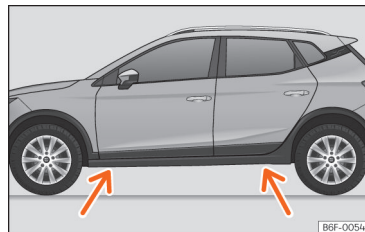

Рис. 199 Точки опори домкрата.
- Знайдіть місця для встановлення домкрата під поріг кузова якнайближче до колеса, котре необхідно замінити >>> **рис. 199**.